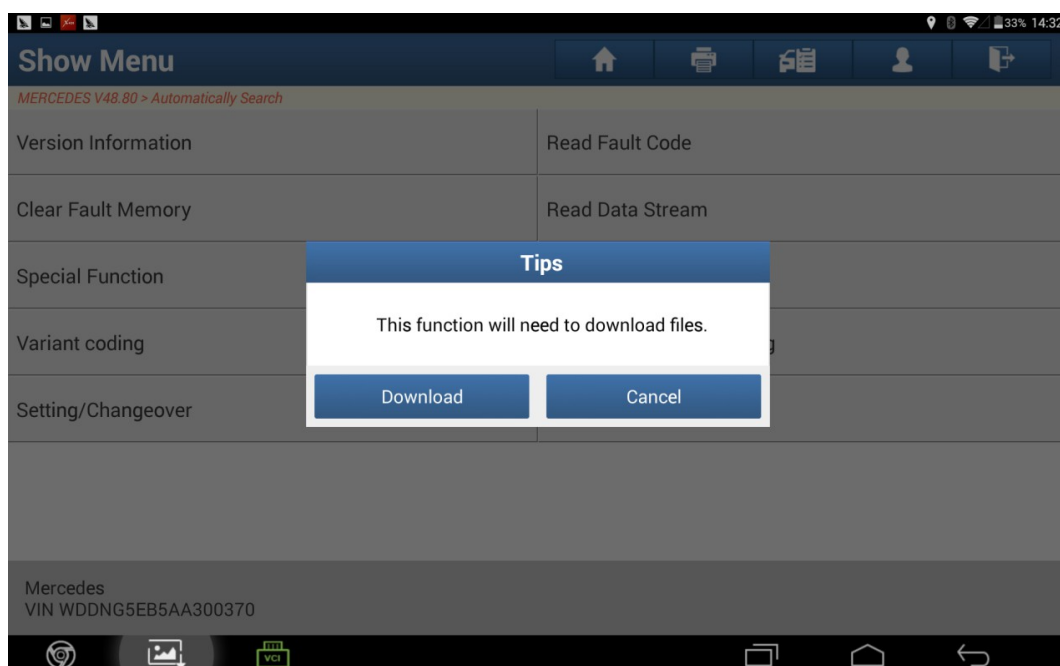

Fig. 20
20. Selezionare "Download" per avviare il download dei file di codifica, potrebbero esserci più di un file, quindi potrebbero essere richiesto di scaricare i file più volte, vedere Fig. 20;